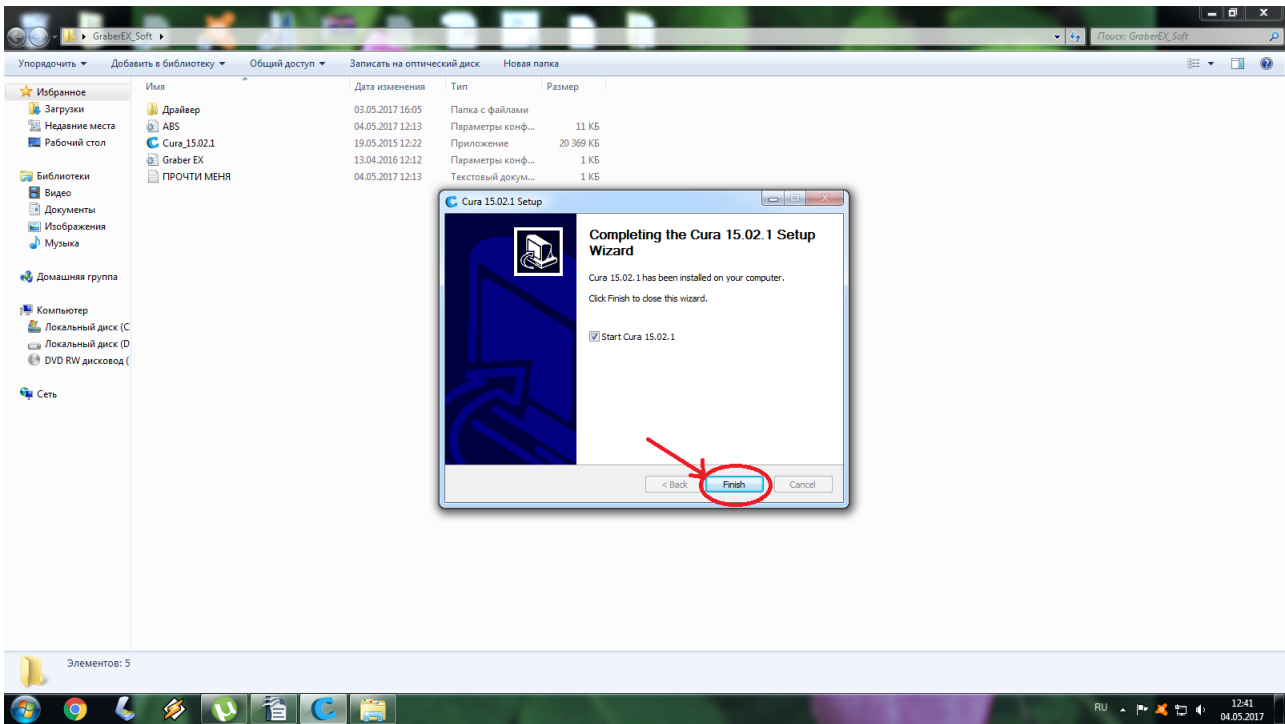

Рисунок 11. «Finish»
11) Нажмите кнопку «Finish», рисунок 11